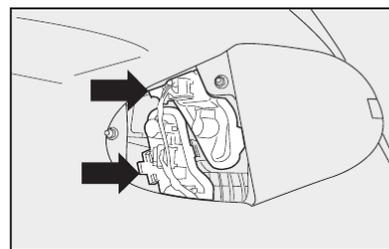

fig. 27
- 1) por dentro do porta-malas, puxar a tira de velcro e levantar o carpete que recobre o grupo das lanternas traseiras **A-fig. 27**;
- 2) pressionar as linguetas **fig. 27** e puxar os conjuntos porta-lâmpadas retirando-os de suas sedes;
- 3) remover as lâmpadas **fig. 27** empurrando-as levemente e girando-as levemente.